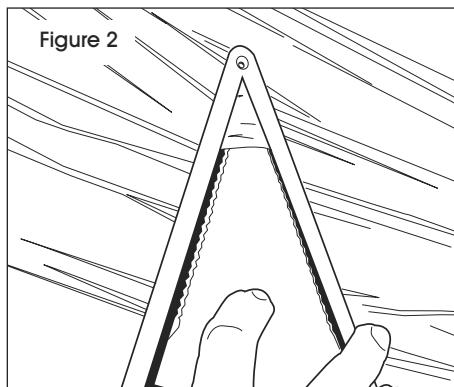

Figure 2
- Hold vent vertically pointing upward. Press the point of the vent in and push the vent upward. The point should pierce the marine shrink cover. (See Figure 2)
2. Maintenez l'évent à la verticale avec la pointe orientée vers le haut. Appuyez sur la pointe de l'évent et poussez l'évent vers le haut. La pointe doit transpercer la protection rétractable marine. (Voir Figure 2)